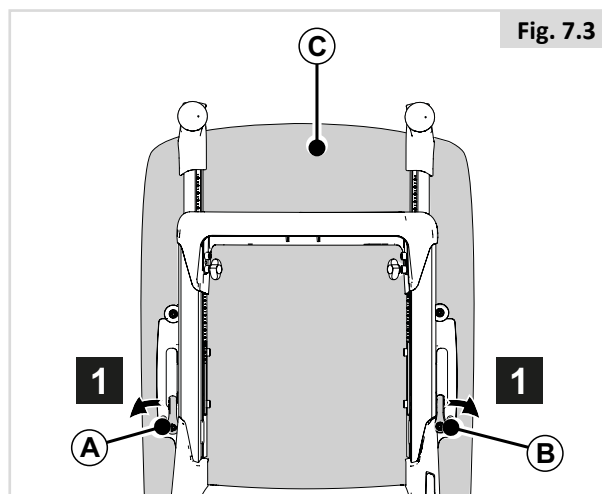

Fig. 7.3
7.2 Demontere ryggputen (Fig. 7.3)